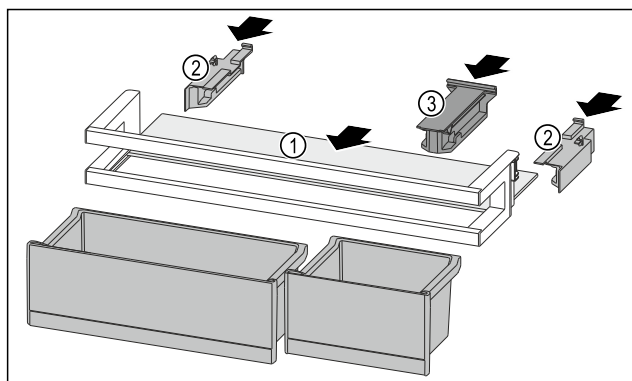

Fig. 244
- Iebīdiet plauktu Fig. 244 (1) sānu padziļinājumos.
- Ievietojiet sānu daļas Fig. 244 (2).
- Ievietojiet atbalsta daļu Fig. 244 (3).